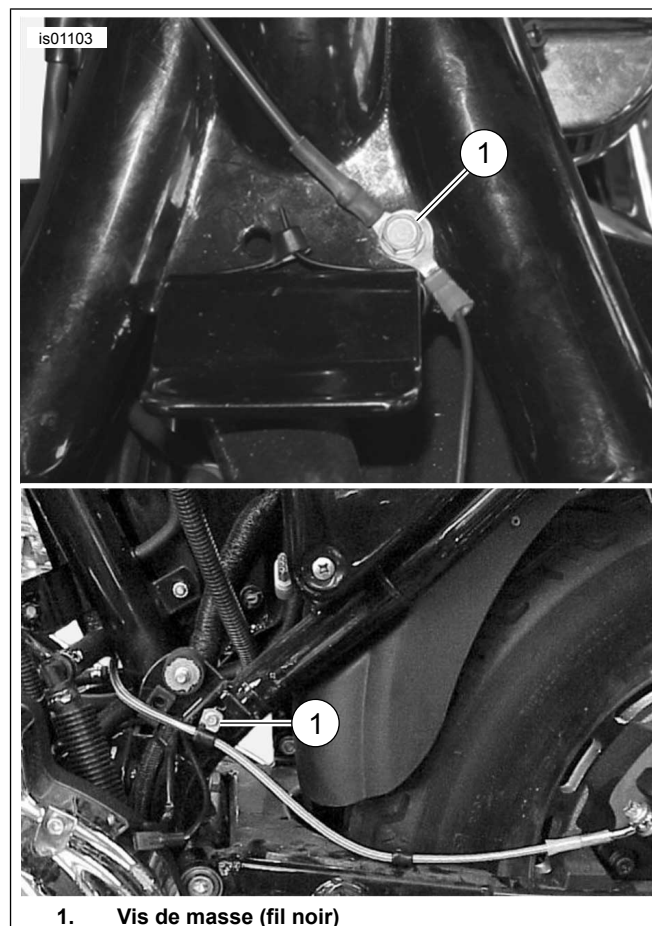

Figure 4. Connexions à la masse (modèles Sportster)
3. Voir Figure 4 . Retirer la vis de masse (1) située :